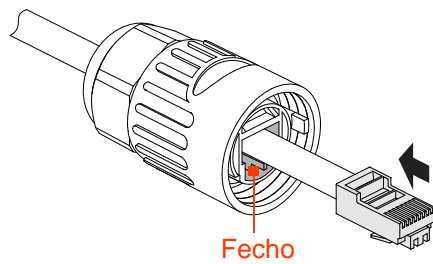

Figura 3-30 Posição do receptor
- Etapa 2 Após a crimpagem, insira o plugue RJ45 no receptáculo (conforme mostrado na Figura 3-30) e, em seguida, rosqueie na porta RJ45.